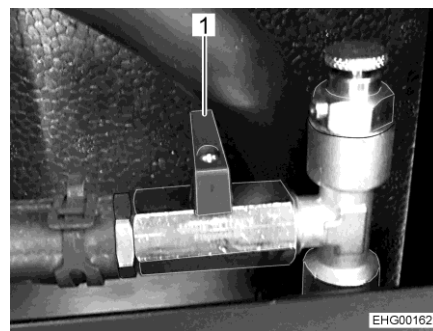

Fig. 170 Grifo esférico (cerrado)
- Ajustar la palanca (Fig. 170,1) transversalmente a la tubería.